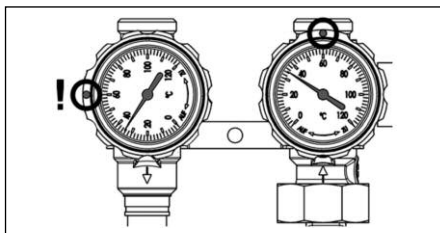

Abb. 6.18 Kugelhahnstellung Pumpenentlüftung
1. Stellen Sie die Kugelhähne der Solarstation jeweils in die Position wie in Abb. 6.18 abgebildet (Winkelstellung des Thermometergriffes im vorlauf: 90°, Rücklauf: 0°).